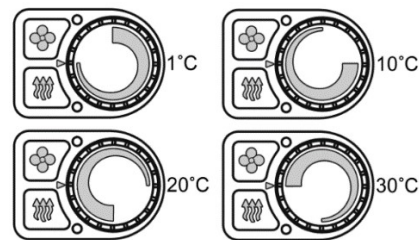

Рис. 23.14 Положение ручки потенциометра (примерное) в режиме обогрева «по температуре»
2. **По температуре** (при подключённом кабинном датчике\*) – предназначен для обогрева до требуемой температуры (см. рис. 23.14).